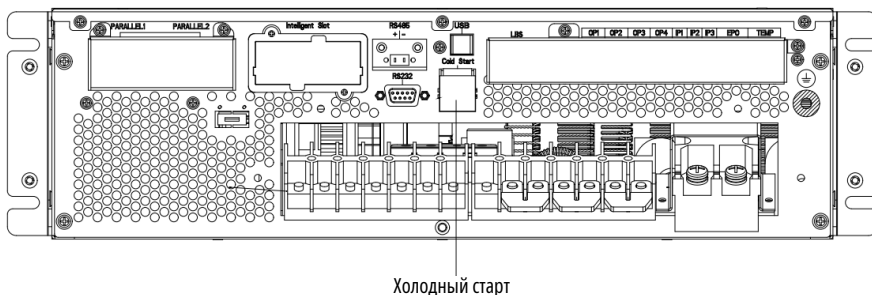

Рисунок 5.1. Расположение кнопки холодного запуска АКБ
3. Следует нажать и удерживать красную кнопку «Холодный старт» (расположение показано на рис. 5.1), после чего источником питания системы управления станет аккумуляторная батарея.